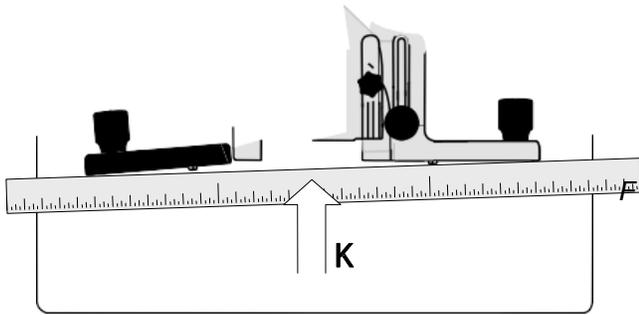
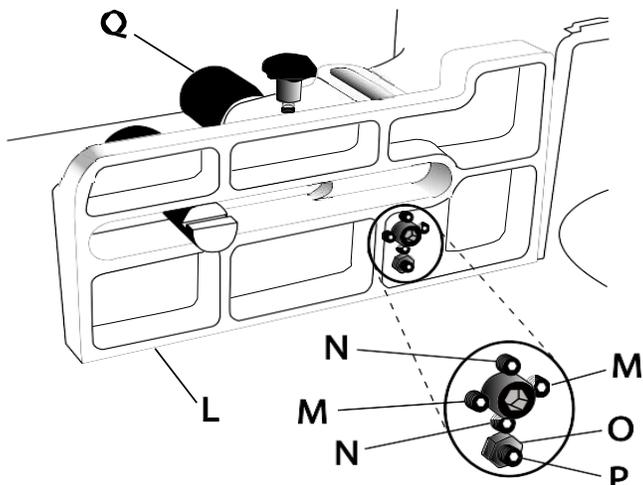

Рисунок 8
Рисунок 10
6. Снимите оба профиля (J1, J2) и прижмите линейку к корпусам подающего и отводящего упоров (Рисунок 8).
- Поддерживайте постоянное давление линейки на корпуса упоров (К, Рис. 8). В то же время попытайтесь выровнять оба упора в одной плоскости, как показано на Рисунке 9. Это достигается путем попеременной регулировки двух установочных винтов (М, Рис.10) на передней поверхности корпуса (L, Рис.10) с помощью шестигранного ключа на 3 мм с последующим перемещением корпуса устройством для точной регулировки упора. (Q, Рис. 10) по мере необходимости.
**Важно:** Рекомендуется поворачивать регулировочные винты (М, Рис. 10) с шагом 1,6 мм или менее за раз.
- Прижмите угольник к корпусу упора (L, Рис.10) и столу.
- Если требуется регулировка, выполните ее установочными винтами N (Рис. 10).
2. Используя гаечный ключ на 10 мм, ослабьте контргайку (O, Рис. 10), которая фиксирует установочный винт нулевого положения (P, Рис. 10) на корпусе (L, Рис. 10).
3. Ослабьте или затяните установочный винт (P, Рис.10), как того требует ситуация, чтобы выровнять корпуса упоров, как показано на Рисунке 11-М.
**Примечание:** Устройство точной регулировки упора (A) находится в конечном положении по часовой стрелке (см. шаг 2).
4. Затяните контргайку (O, Рис. 10).